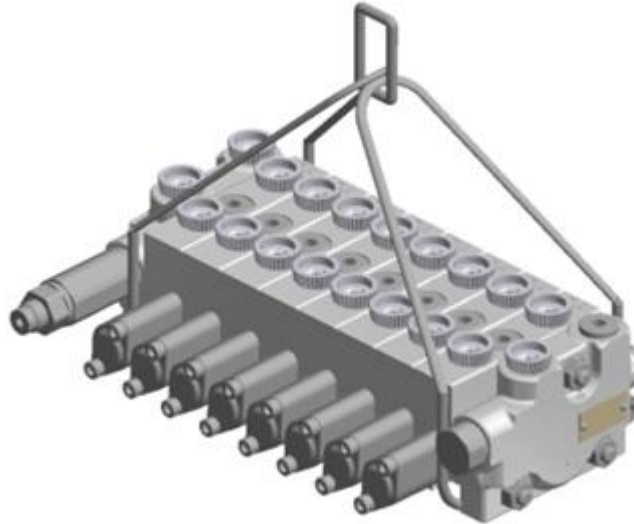

図 5-1 吊り具の使用例
- 手順 5** 本製品の本体に対して吊り具を図 5-1 のように掛け、確実に固定されていることを確認します。